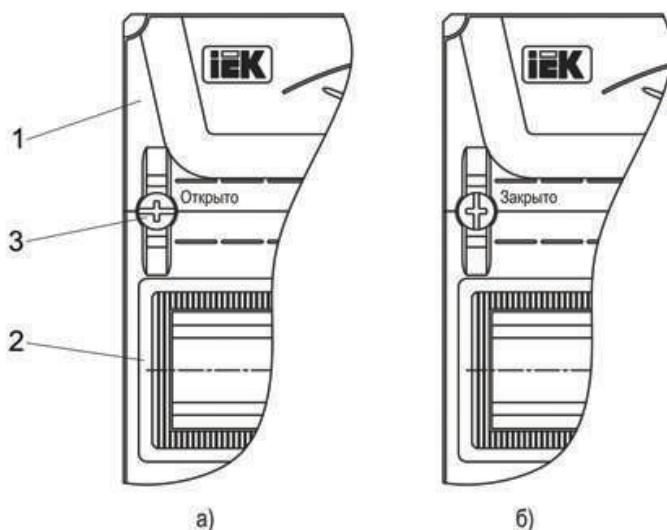

Рисунок 2 – Оперативная панель
4.4 Оперативная панель выполнена сборной, состоящей из торцевых (1) и линейных (2) модулей и крепёжных клипс (3) (рисунок 2). На линейных модулях имеются окна для выхода модульной электроаппаратуры, в нижнее окно установлена заглушка (только для корпусов с двумя и более окнами).
6.1 Открыть дверь корпуса и посредством отвёртки повернуть крепёжные клипсы на оперативной панели на угол 90° (шильц на головке клипсы должен встать параллельно Т-образной направляющей TH35-7,5 (ГОСТ IEC 60715), при этом панель защёлкнется со стоек, и её можно будет снять (рисунок 2а). Торцевым гаечным ключом на 10 мм открутить гайки и демонтировать из оболочки монтажную раму.
6.5 Установить оперативную панель. Для этого повернуть крепёжные клипсы таким образом, чтобы шильц на головке встал перпендикулярно Т-образной направляющей TH35-7,5 (ГОСТ IEC 60715), и надавить на них, при этом панель защёлкнется в стойке (рисунок 2б). Не использованные под электроаппараты окна на оперативной панели закрыть заглушками.